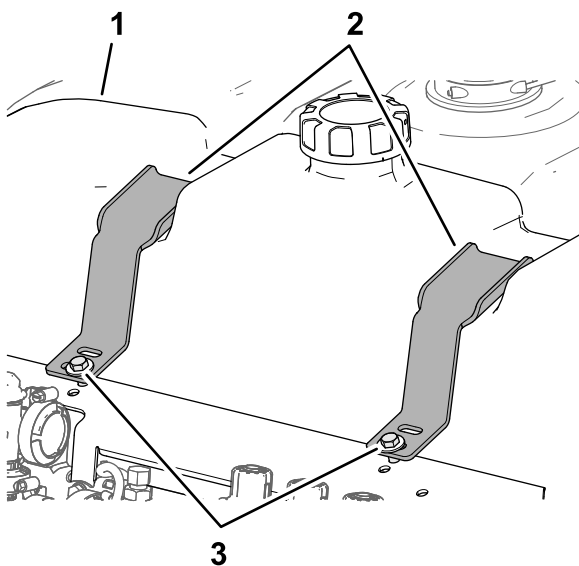

Figura 42
1. Encha o depósito de lavagem com água limpa (Figura 42).
2. Verifique a folga entre as fixações e o depósito de lavagem (Figura 42).
3. Se verificar que existe folga entre as fixações e o depósito de lavagem, aperte o(s) parafuso(s) e a(s) porca(s) de bloqueio até que as fixações fiquem bem presas contra o depósito de lavagem (Figura 42).